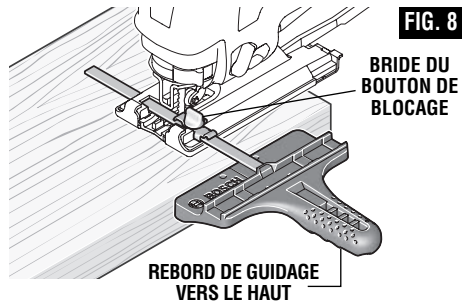

FIG. 8
1. Enfilez la tige du guide dans la bride du bouton de blocage puis par les fentes prévues dans la semelle en commençant par l'un ou l'autre côté de la semelle et avec le rebord de guidage tourné vers le HAUT (Fig. 8).
2. Accrochez la bride du bouton de blocage sur le bord de la semelle, réglez le guide à la largeur désirée et serrez fermement la bride du bouton de blocage (Fig. 8).